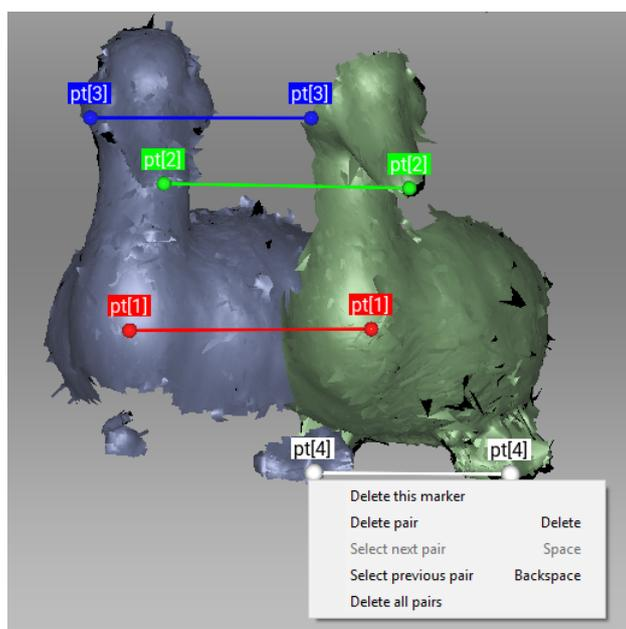
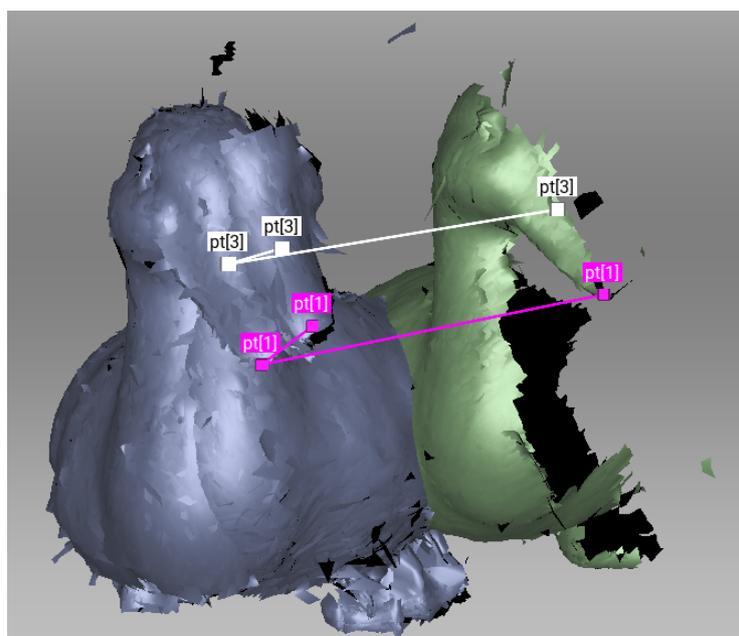

Abbildung 67: Erzeugen eines Punkte-Paares.
Abbildung 73: Vor dem Ausrichten: Zwei-Punkte-Satz hinzugefügt.
Wenn Punkte in den Modi *Starr* und *Nicht-starr* spezifiziert werden, erzeugt das Programm automatisch Paare. Nach der Spezifizierung eines Paares kann sofort das nächste erzeugt werden. Im Modus *Komplex* muss der Satz durch die `Space`-Taste oder durch Klicken auf *Neuer Satz* im linken Bedienfeld bestätigt werden, da der Satz Mehrfach-Punkte enthalten kann (siehe Abb. 67 and Abb. 73).
3. Mehrere Punkte-Paare (Abb. 67) spezifizieren, dabei die Empfehlungen in *Punkte spezifizieren und deren Positionen editieren* beachten.
3. Einen oder mehrere Punkte-Sätze auf der Scan-Fläche spezifizieren (siehe *Abb. 73*), dabei die Empfehlungen in *Punkte spezifizieren und deren Positionen editieren* beachten.